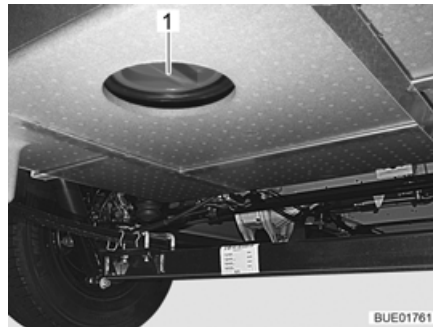

Bild 183 Reinigungsoffnung Abwassertank
- Reinigungsöffnung (Bild 183,1) am Abwassertank und Ablasshahn öffnen.